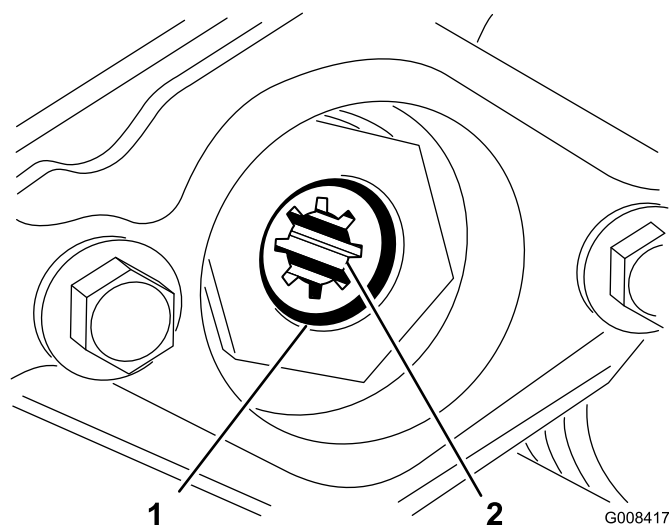

Bild 15
3. Inbusschraube (2)
- D. Nehmen Sie den Sprengring ab, mit dem die Antriebskupplung im Spindelrohr befestigt ist (Bild 15). Nehmen Sie die Antriebskupplung ab.